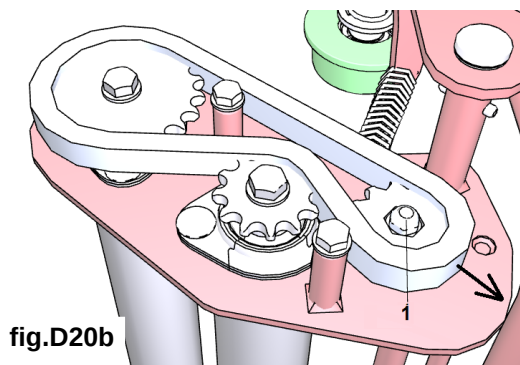

fig.D20b
- tirare il pignone verso l'esterno (vedi freccia fig.D20b);
- pull the pinion outwards (see arrow fig. D20b);